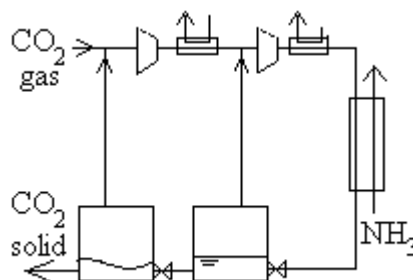

Fig. P-18.9.
- c) Trabajo mínimo necesario si se utiliza la instalación de la Fig. P-18.9, compuesta de un compresor de rendimiento 0,7 que comprime de 100 kPa a 555 kPa, un enfriador con agua ambiente hasta 30°C , otro compresor de rendimiento 0,7, otro enfriador como el anterior, un refrigerador de amoníaco que enfría el CO_2 hasta -15°C con una eficiencia de 2,9, una válvula, un separador de vapor, otra válvula y la cámara de nieve, como se indica en la figura. Calcular también las relaciones de gasto másico circulante.